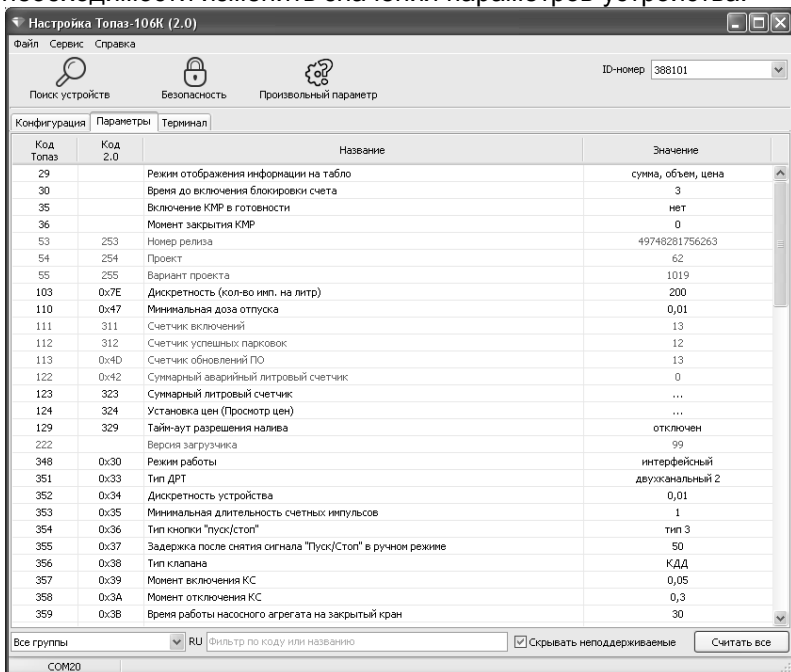

Рисунок 4
7.3 На вкладке "Параметры" (рисунок 4) можно просмотреть и при необходимости изменить значения параметров устройства.